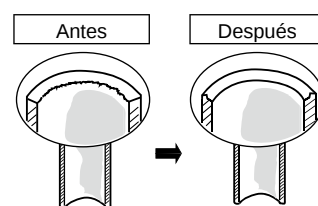

Fig. 7-1
- (1) Corte el tubo de cobre a la longitud necesaria con un cortador de tubos. Se recomienda cortar aprox. de 30 a 50 cm más largo que la longitud del tubo estimada.
- (2) Extraiga las rebabas del extremo del tubo de cobre con un escariador de tubos o una lima. Este proceso es importante y debe hacerse con cuidado para conseguir un buen abocardado. Cerciérese de impedir que entre cualquier contaminante (humedad, suciedad, virutas metálicas, etc.) en la tubería. (Figs. 7-1 y 7-2)